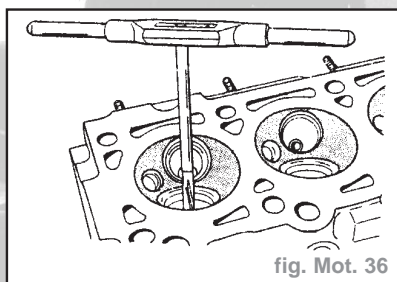

fig. Mot. 36
- Lors de la rectification, procéder à l'alésage des guides exclusivement du côté siège de soupape (fig. Mot. 36).